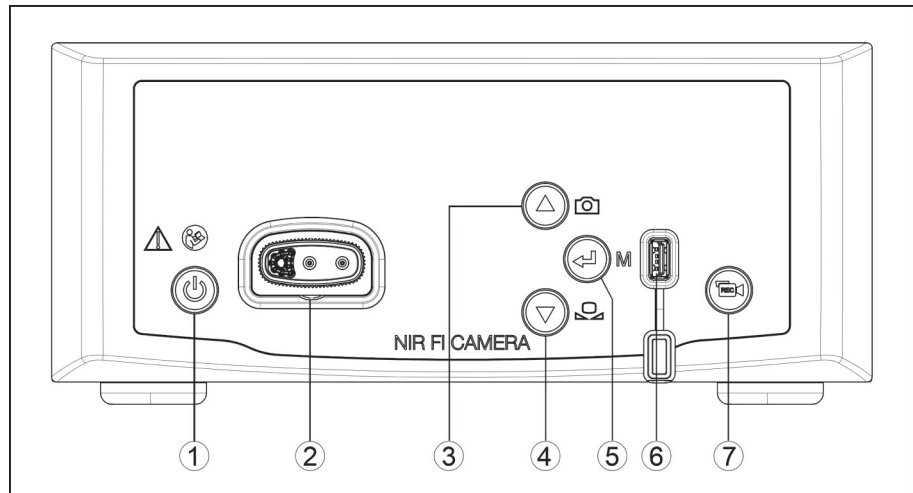

Abbildung 1-1: Frontansicht der Kamerasteuereinheit.
**Legende zu Abbildung 1-1**
- ❶ Taster EIN / Standby
- ❷ Anschluss für Kamerakopf
- ❸ Taster Fotoaufnahme / aufwärts im Menü
- ❹ Taster Weißabgleich / abwärts im Menü
- ❺ Taster Menü öffnen / Enter
- ❻ Anschluss USB-Speicher
- ❼ Taster Videoaufnahme Start / Stopp
- ❶ **Taster EIN / Standby -**